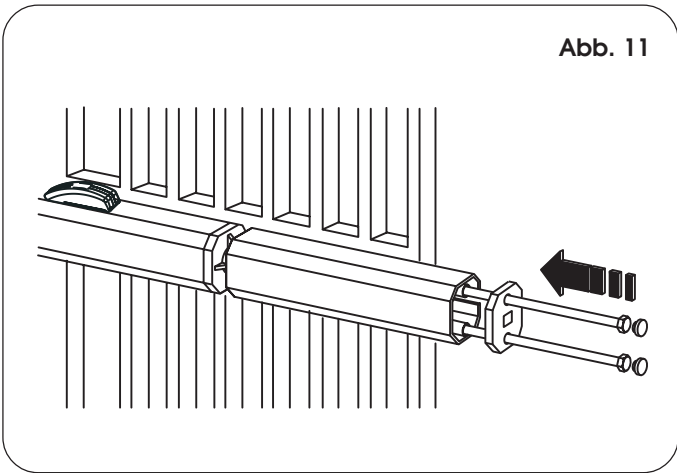

Abb. 11
- (A) Alle Fixierstifte der Befestigungen sollten eingefettet werden.
- (B) Wenn keine Möglichkeit bestehen sollte, Schweißarbeiten vorzunehmen, sind die vordere und die hintere Befestigung so ausgelegt, dass sie eventuell mit Schrauben fixiert werden können.
- 12) Das Schutzgehäuse vorbereiten und am Antrieb anbringen, siehe Abb. 11. Den Knickschutz für Stromkabel montieren (Bez. ③, Abb. 12).